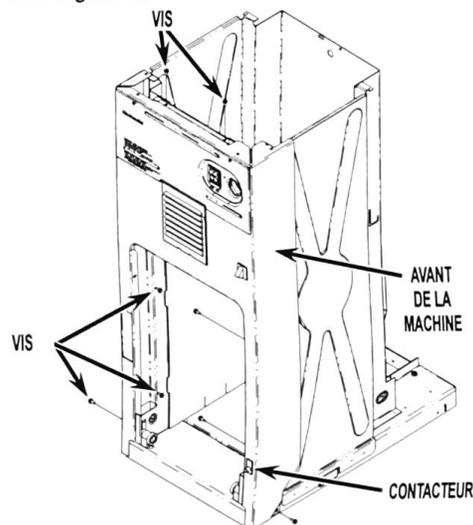

FIGURE 3
5. Retirer les huit (8) vis de l'avant de la machine et l'enlever. Débrancher le câblage du contacteur et ôter le contacteur. Voir Figure 3.